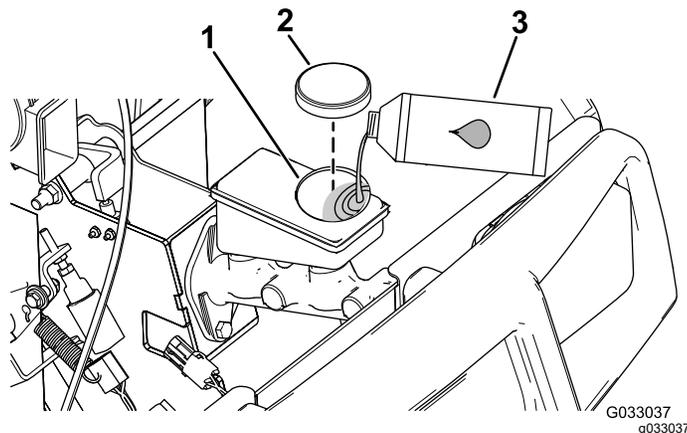

Figura 64
4. Levante el capó para acceder al cilindro del freno principal y al depósito (Figura 64).
- A. limpie la zona alrededor del tapón del depósito y retire el tapón (Figura 64).
- C. Coloque el tapón del depósito (Figura 64).